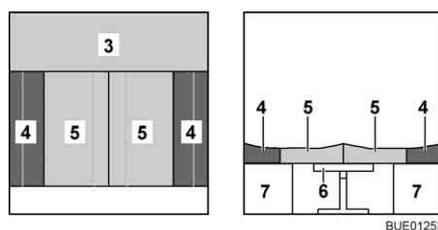

Fig. 103 Après la transformation
- Placer les coussins de dossier (Fig. 103,4) sur la paroi extérieure. Observer la forme deltoïde.
- Enfoncer les deux coussins d'assise (Fig. 103,5) entre les coussins de dossier. Observer la forme deltoïde.